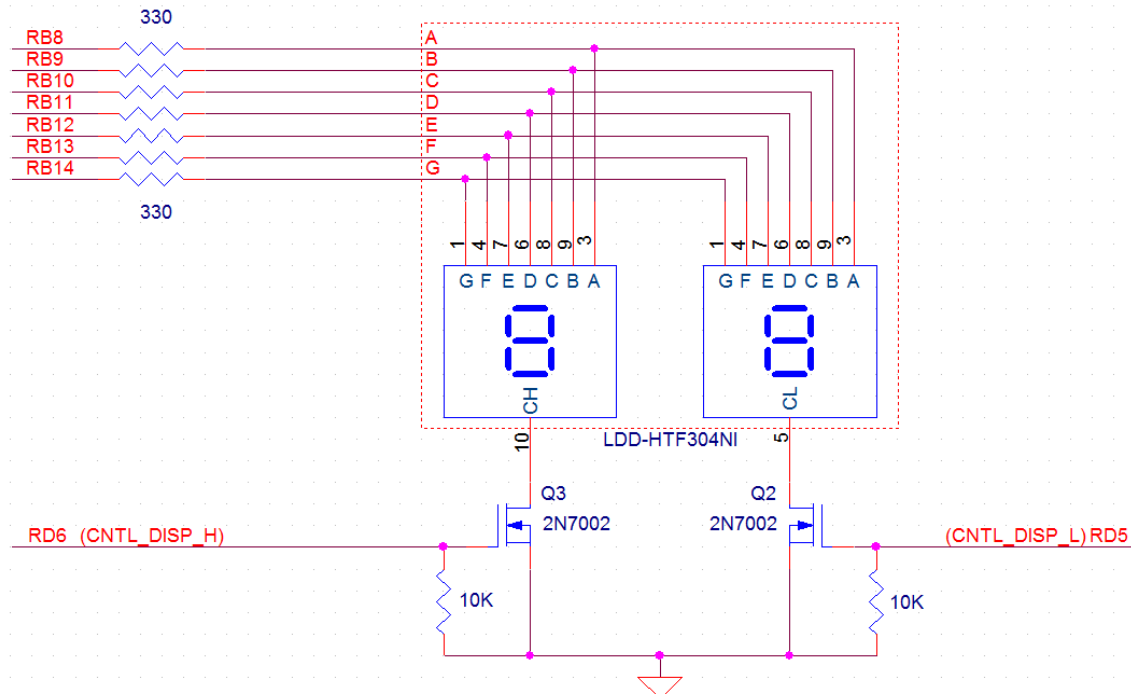

Figura 4. Ligação de um *display* de 7 segmentos duplo ao porto B do PIC32.
Apesar de o componente ser constituído por dois *displays*, existe apenas um conjunto de entradas "A" a "G", que liga internamente às entradas correspondentes dos dois *displays*, tal como esquematizado na Figura 4. A ativação de cada um dos *displays* é feita através das entradas CH e CL, que funcionam como um *enable*, ativo ao nível lógico 0. Ou seja, para que um *display* esteja ativo é necessário que o respetivo *enable* (CH ou CL) tenha o valor lógico 0.
- Escrever no porto B a combinação binária que ative apenas o segmento do *display* correspondente ao carácter lido; note que a Figura 4 contém a informação que determina qual o porto que corresponde a cada segmento: por exemplo, o segmento A está ligado ao porto **RB8**.